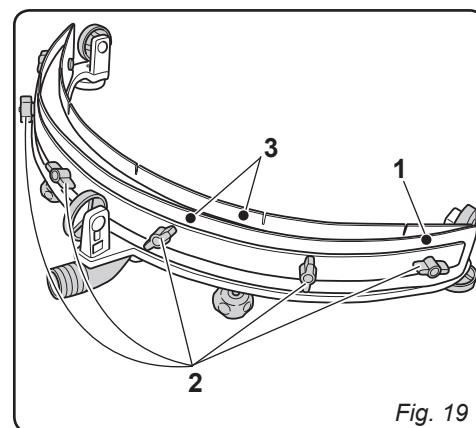

Fig. 19
11.1.f - Sustitución de los cauchos de la escobilla (Fig. 19)